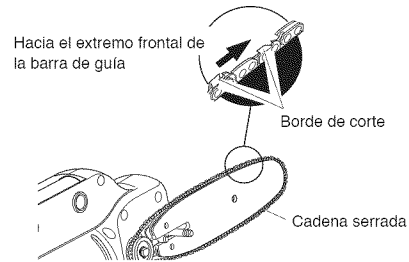

Figura 2 - Posición de la Cadena
4. Coloque la cadena alrededor del piñón impulsor, luego a lo largo de la ranura superior de la barra guía y alrededor de su punta curva. **Nota:** Asegúrese que los bordes cortantes de la cadena estén con dirección hacia la derecha. Coloque la cadena de modo que los bordes cortantes de la parte superior de la barra guía estén con dirección hacia la punta curva de la barra guía (vea la Figura 2 así como el indicador en la tapa lateral de la Sierra de Pértiga).